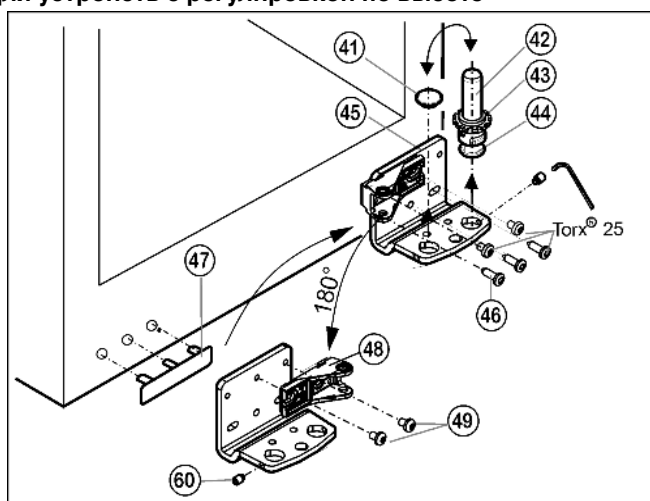

Fig. 13
- ▶ Отвинтите установочный винт Fig. 13 (60) приблизительно на один оборот прилагаемым торцевым ключом.
- ▶ Извлеките опорный винт Fig. 13 (42) в комплекте с шайбой Fig. 13 (43) и регулируемой опорой Fig. 13 (44), вывинчивая его вверх.
- ▶ Снимите пробку Fig. 13 (41).
- ▶ Открутите Fig. 13 (46) опорный кронштейн Fig. 13 (45).
- ▶ Полностью выкрутите установочный винт Fig. 13 (60) и вкрутите на противоположной стороне на нижнем опорном кронштейне, чтобы он был заподлицо с этим кронштейном.
- ▶ Открутите опорную деталь Fig. 13 (48) и снова прикрутите Fig. 13 (49) внутри с поворотом на 180°.
- ▶ Переставьте пробку Fig. 13 (41) в свободное отверстие.
- ▶ Осторожно снимите и переставьте на противоположную сторону крышку со стороны ручки Fig. 13 (47).
- ▶ Снова прикрутите опорный кронштейн Fig. 13 (45) на новой стороне шарнира (с моментом 4 Нм). При необходимости используйте аккумуляторный шуруповерт.
- ▶ Вновь закрутите опорный винт Fig. 13 (42) в комплекте с шайбой и регулируемой опорой.
- ▶ Затяните установочный винт Fig. 13 (60).
- ▶ Установите дверцу сверху на нижний опорный палец Fig. 13 (42).
- ▶ При необходимости выровняйте дверцы через два продольных паза в нижнем опорном кронштейне Fig. 13 (45) и среднем опорном кронштейне Fig. 11 (31) параллельно корпусу устройства. Для этого выкрутите средний винт на нижнем опорном кронштейне Fig. 13 (45).